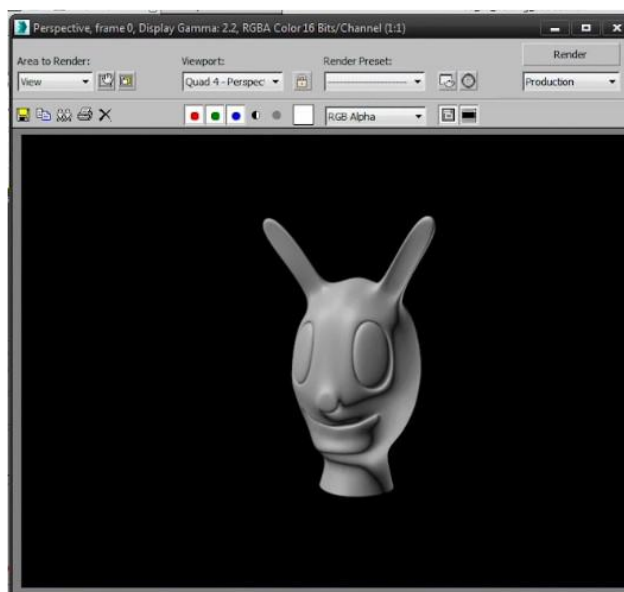

Рис. 4.7. – Результат создания головы персонажа
4) Переведите объект в Editable Poly. В стеке модификаторов должен остаться только один – Editable Poly. Для того, чтобы многократно не разбивать полигоны и для уменьшения нагрузки на процессор, применяют следующий прием. Еще раз накладывают модификатор Turbosmooth. В поле Iterations указывают 0, а в поле Render Iters ставят необходимое количество разбиений для сглаживания линий объекта, например 2. Чтобы увидеть предварительный результат нажимаем на кнопку Render Production главной панели инструментов. Результат представлен на рис. 4.7.